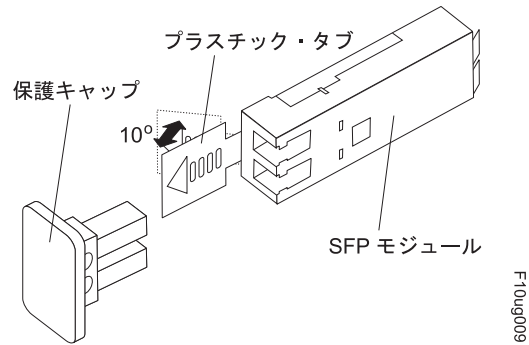

図 73. SFP モジュール・ラッチのアンロック - プラスチック・タブの場合
- プラスチック・タブが入っている SFP モジュールの場合は、147 ページの図 73 に示すように、プラスチック・タブを外側に 10° 引いて SFP モジュールのラッチをアンロックします。